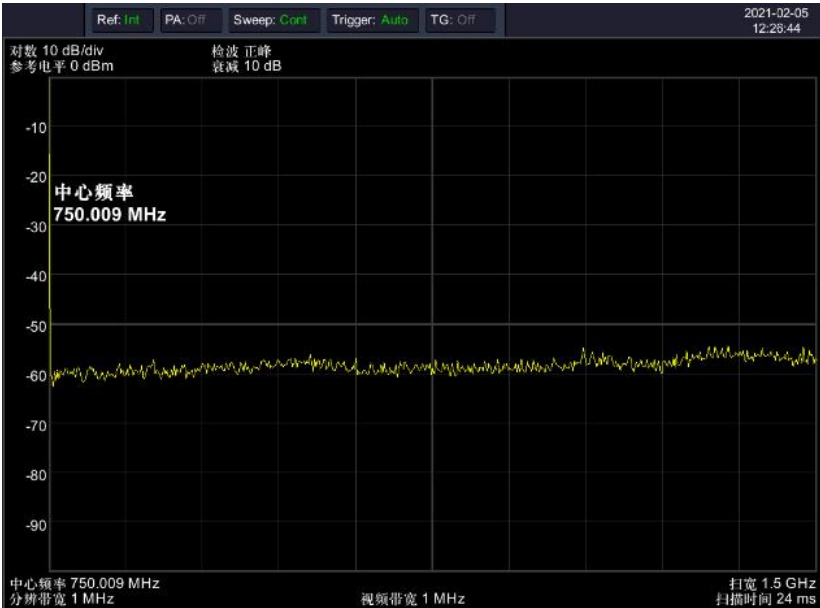

图 3-8 全扫宽
1) 首先设置频谱仪到默认的初始状态，按频谱仪的【Preset】键。频谱仪显示了从 9 kHz 到最大扫频宽度的频谱，在 100 MHz 的地方，信号源产生的信号以一条垂直的直线出现，同时产生的谐波信号也以垂直线的形式出现在频率为 100 MHz 的整数倍处，如图 3-8 所示。